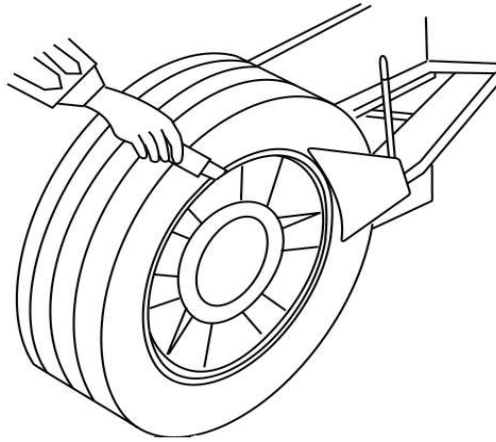

Abb. 27
- Reifenwulst mit Pinsel und Schmierstoff ölen, bevor das Blatt den Reifenwulst berührt. Sonst verschleißt der Wulst schnell (Abb. 27).